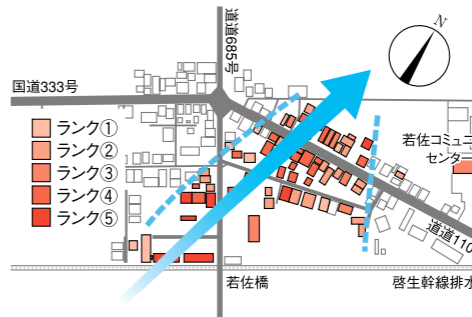

図2 佐呂間竜巻の建築物等の被害分布 (2006年11月7日)
※台風や突風といった強風による建築物等の被害の程度を評価するのに用います。(図1、図2)
図2は、佐呂間竜巻の建築物等の被害分布で、強風被災度ランク(表2)に当てはめました。竜巻は、長さ約1kmの範囲を南西(図中左下)から北東(図中右上)に移動しています。被害範囲の幅は100~250mくらいです。強風被災度ランク④及び⑤の建築物を概ねカバーするように結んだ線が、竜巻中心部の進行経路であると推定すると、竜巻の進行方向右側に被害が広がっていることがわかります(図2の矢印)。新佐呂間トンネル作業事務所では、3棟の仮設建築物(全て2階建て軽量鉄骨造)のうち1棟が北側に飛ばされ、1棟が倒壊しました(写真7)。仮設建築物が吹き飛